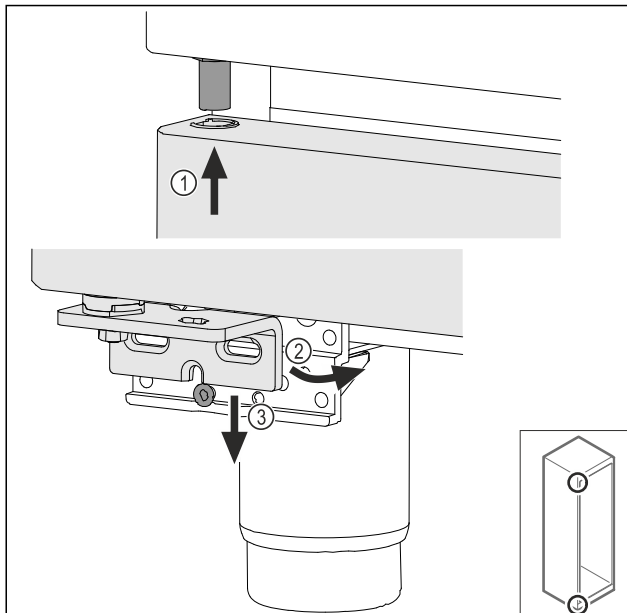

Fig. 45
- Pange uks veidi kallutatult sisse Fig. 45 (1), joondage uks sirgelt välja Fig. 45 (2) ja asetage all laagripuki poldile Fig. 45 (3).